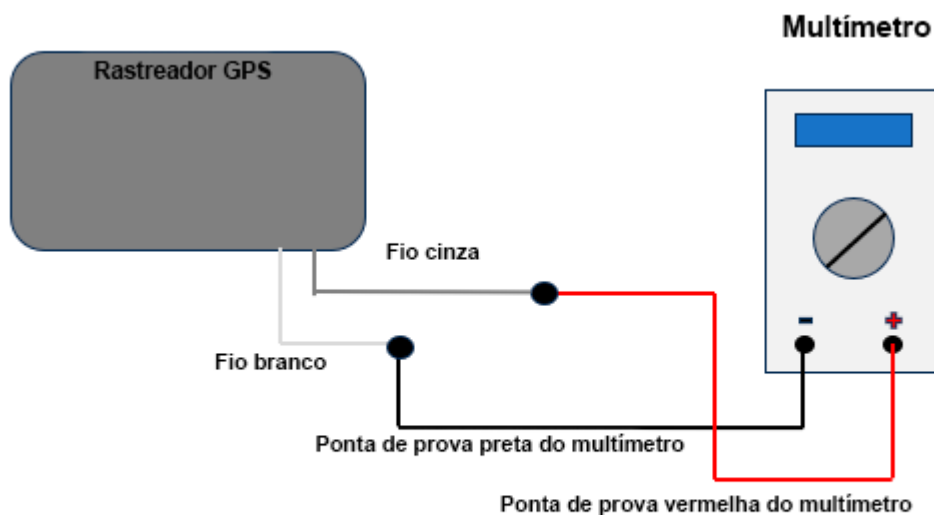

Fig.9 Connection Diagram
2. Monte o circuito de conexão de acordo com o "Diagrama de Conexão da Fig. 9".